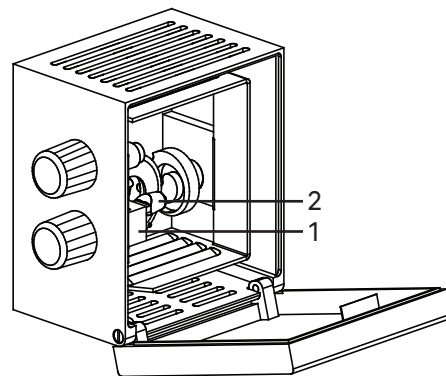

Рис. 21. Замена лампы отраженного света
- ослабьте крепежный винт при помощи отвертки и снимите заднюю крышку фонаря, как показано на рис. 21;